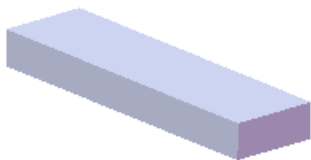
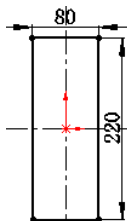

图 17.10.12 创建凸台—拉伸 1
图 17.10.13 横断面草图
Step2. 创建图 17.10.12 所示的零件基础特征——凸台—拉伸 1。选择下拉菜单 **插入(I)** → **凸台/基体(B)** → **拉伸(E)...** 命令；选取前视基准面作为草图平面，绘制图 17.10.13 所示的横断面草图；采用系统默认的深度方向，在 **方向1** 区域的下拉列表中选择 **给定深度** 选项，输入深度值 20.0。单击 **✓** 按钮，完成凸台—拉伸 1 的创作。